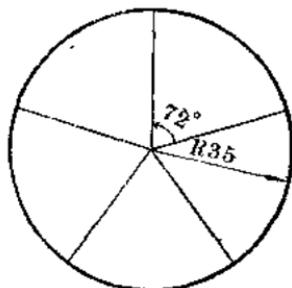
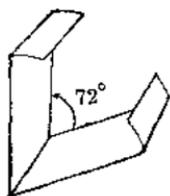
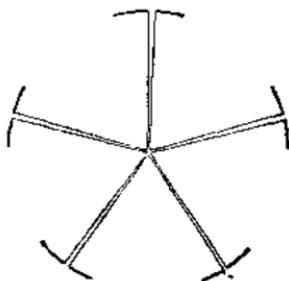

图 1
图 3
图 4
i. 绘制转子图样 转子以五极为宜，(三极、七极……均可)。因五极的制作较便，起动灵活。可先以 35 毫米为半径，在铅画纸(或较韧的纸)上，画一个圆，用量角器五等分圆的中心角，每个角为  $72^\circ$ ，制成图 1 所示的转子样图。
边缘锉平整，务使各片相互全等，整齐、准确。再分别用扁头钳弯折成如图 3 形状；并把这 5 片都逐一放在样图上(图 1)校正，特别要注意每片的中心角的度数相等，半径正确和极缘弯折部分重合在圆周上，圆心要有  $\phi 2$  毫米空隙(图 4)。